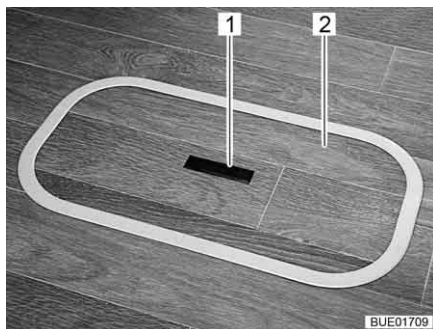
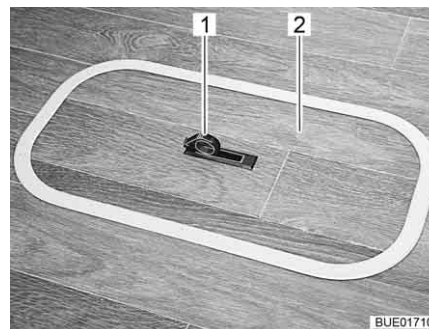

Fig. 61 Couvercle compartiment dans le plancher (poignée encastrée)
Fig. 62 Couvercle compartiment dans le plancher (poignée pivotée vers l'extérieur)
- Pousser la plaque de la poignée (Fig. 61,1) vers le bas d'un côté. La poignée (Fig. 62,1) pivote vers le haut.
- Tirer le couvercle (Fig. 61,2 et Fig. 62,2) vers le haut pour le retirer.